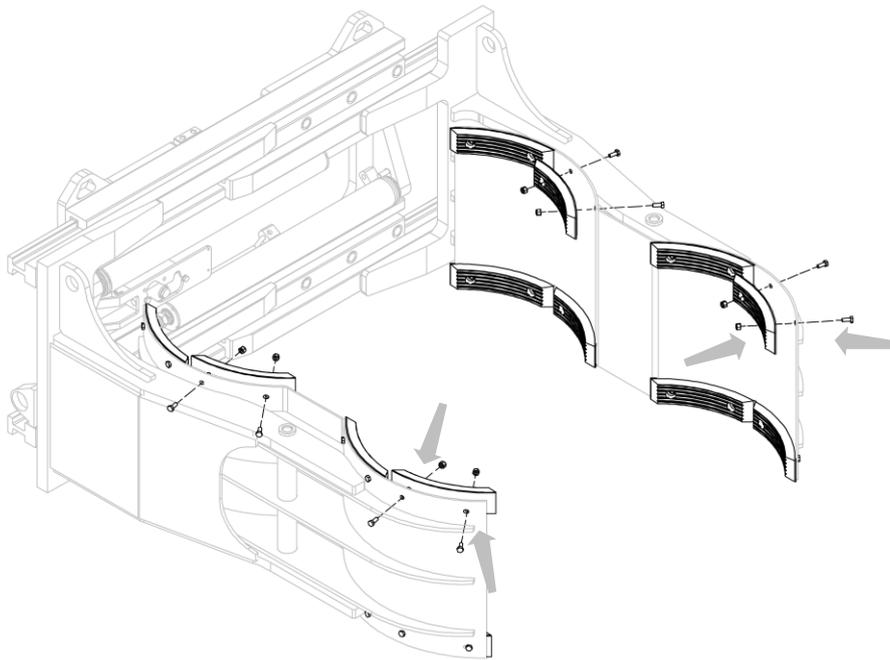
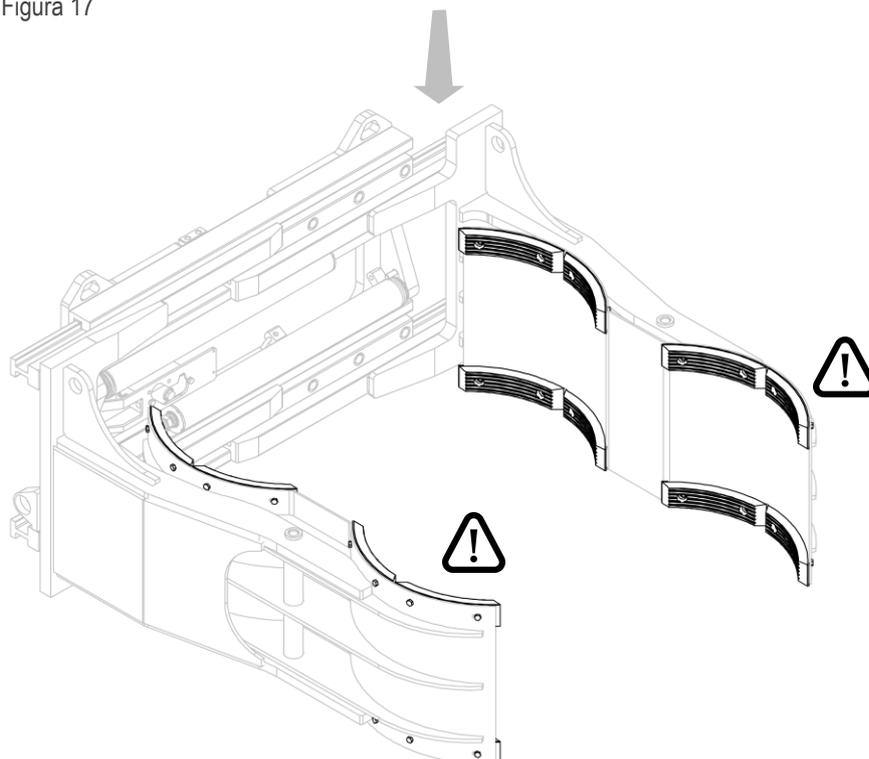

Figura 17
Figura 18
3. Installare le piastre gommate, utilizzando relative viti e dadi (vedi *Figura 17* e *Figura 18*).